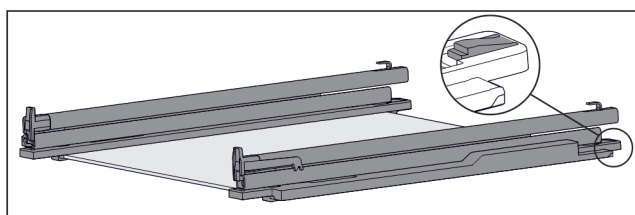

Fig. 116 Glasplatte mit Schienen und Halteteilen
- Halteteil hinten herunterdrücken (siehe Fig. 116) und gleichzeitig Schiene nach hinten schieben.